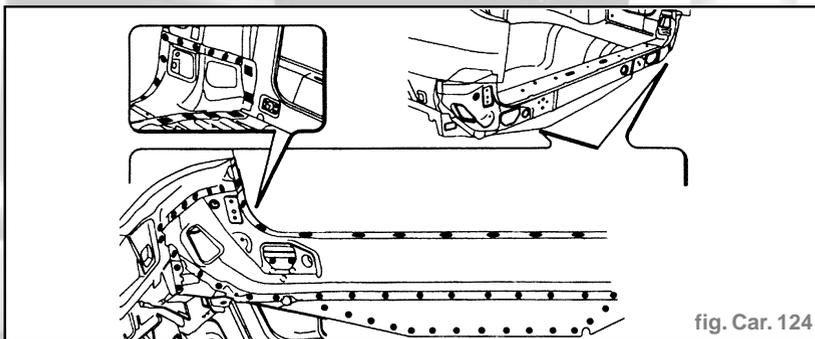

fig. Car. 124
- Effectuer la soudure électrique par points comme indiqué dans la figure (fig. Car. 124).